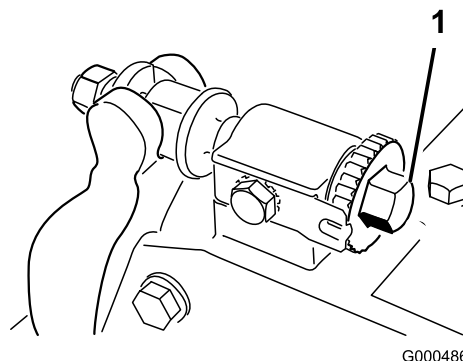
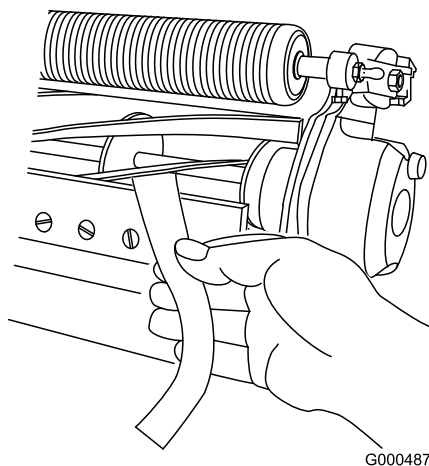

Figura 50
Figura 51
2. Eliminate il contatto con il cilindro facendo girare in senso antiorario le viti di regolazione della barra di appoggio (Figura 50).
4. Inserite una lunga striscia di carta di giornale tra il cilindro e la controlama (Figura 51) da un lato del cilindro. Girate lentamente il cilindro in avanti, e allo stesso tempo girate in senso orario la vite di regolazione della barra di appoggio (dallo stesso lato del cilindro) (Figura 50), uno scatto per volta, finché la carta non viene pizzicata leggermente quando viene inserita dal davanti ed è parallela alla controlama. Tirando la carta dovrete notare una lieve resistenza.
- Al termine della messa a punto, controllate se il cilindro è in grado di pizzicare la carta inserita dalla parte anteriore, e se la taglia quando viene inserita ad angolo retto rispetto alla controlama (Figura 51). Dovreste riuscire a tagliare la carta con un contatto minimo tra la controlama e le lame del cilindro. In caso di resistenza eccessiva dovrete lappare o affilare di nuovo l'apparato di taglio, al fine di disporre dei bordi affilati necessari per un taglio di precisione (vedere il manuale Toro per l'affilatura del cilindro).